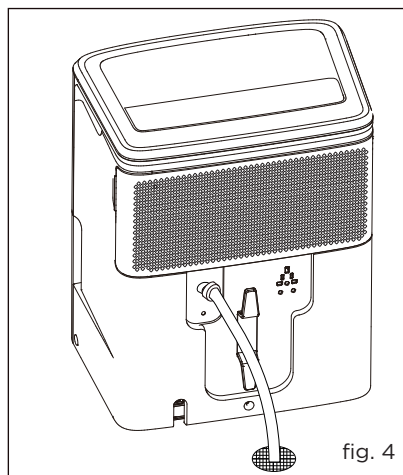

fig. 4
- g. Coloque el extremo de la manguera en el desagote. (fig.4)